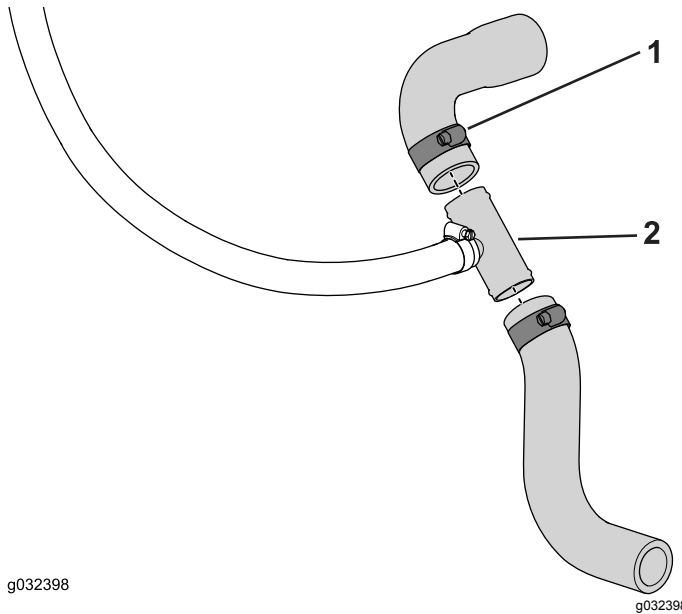

Figura 11
3. Coloque los extremos cortados en el acoplamiento en T y sujételos con abrazaderas ($\frac{3}{4}$ " a $1\frac{1}{2}$ "), según se muestra en Figura 11.